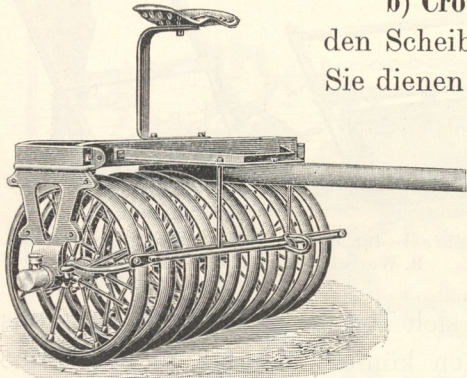

Fig. 800. Furchenpacker aus der Fabrik Kluckhohn in Lage.
f) **Furchenpacker** (Fig. 800). Auf einer Stahllachse sind (meist 10) eiserne und auswechselbare Räder (Durchmesser nicht unter 62 cm) mit spitzkantigem Radkranz in einem Abstand von etwa 25 cm angeordnet. Mit dem Furchenpacker ist es möglich, den unteren Teil einer Furche fest zu packen und gleichzeitig eine lockere Schicht darüber zu schaffen. Mit diesem einen Gerät erreicht man daher die günstigste Struktur des Bodens, und so ist der Furchenpacker neben dem Pflug das wirksamste Bodenbearbeitungsgerät, insbesondere auf leichten und Mittelböden, dagegen für schwere Böden weniger geeignet.